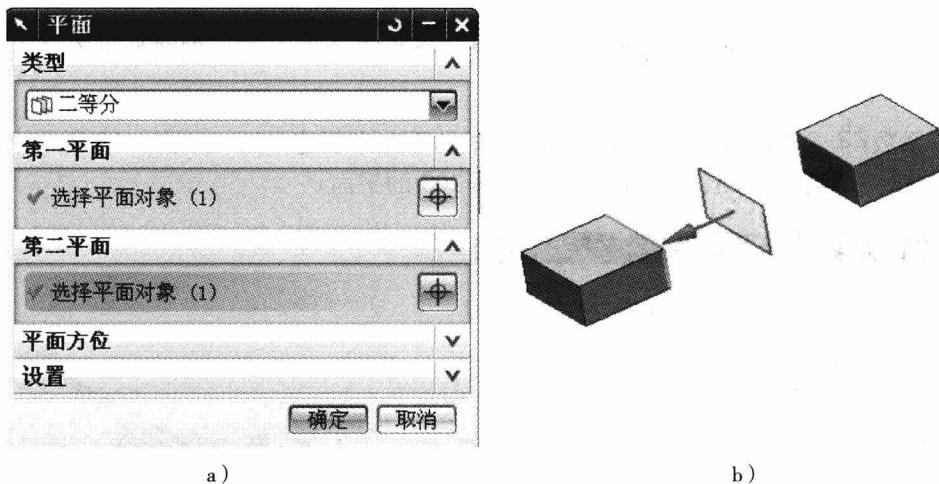

图 1-13 通过“二等分”方式创建平面
(4) 二等分 通过两个平面构造一个平面。在两个平行参考平面之间，且距两参考平面间距相等的位置创建平面，或者是利用两相交平面的角平分面创建平面，如图 1-13 所示。其中图 1-13b 为创建一个在两个选定平面中间的平面。